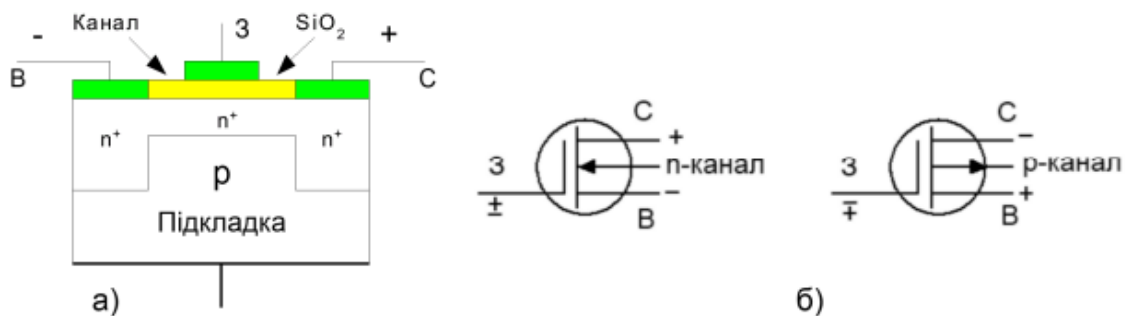

Рис.4.2 – Будова МОН – транзистора з вбудованим каналом:
- ✓ з вбудованим каналом (рис.4.2) ;